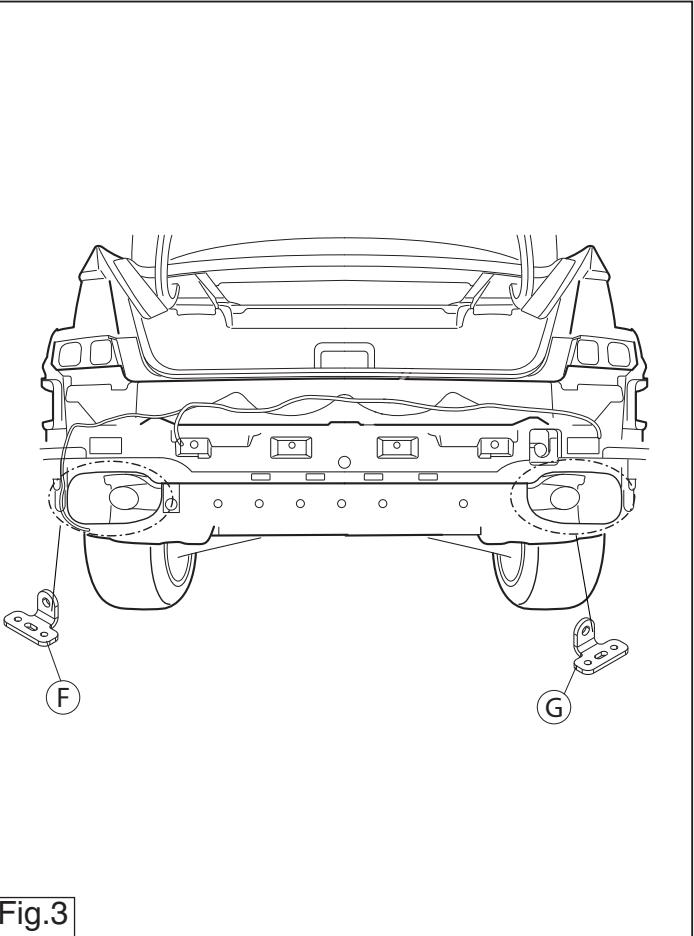

Fig.3
4. **Внимание:** у тех моделей, у которых были сняты кронштейны выхлопной трубы, поставить их снова на место, используя полосы С в точках D и E (см. рис. 3).